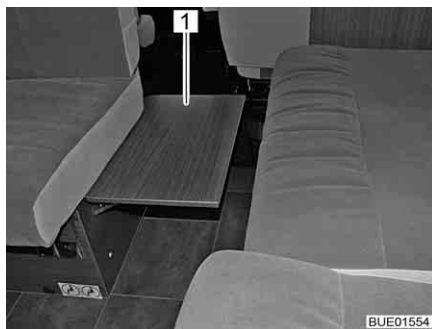

Bild 108 Klappbare Sitzbankverbreiterung
- Sitzbankverbreiterung (Bild 108,1) an der vorderen Sitzbank nach oben schwenken und einrasten lassen.